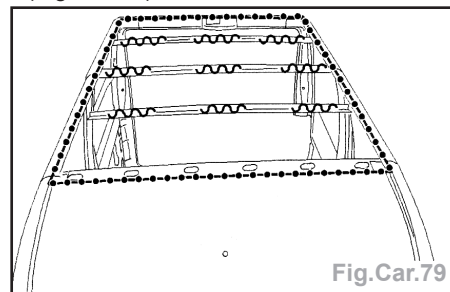

Fig.Car.79
- Appliquer une colle structurale (Fig.Car.79).